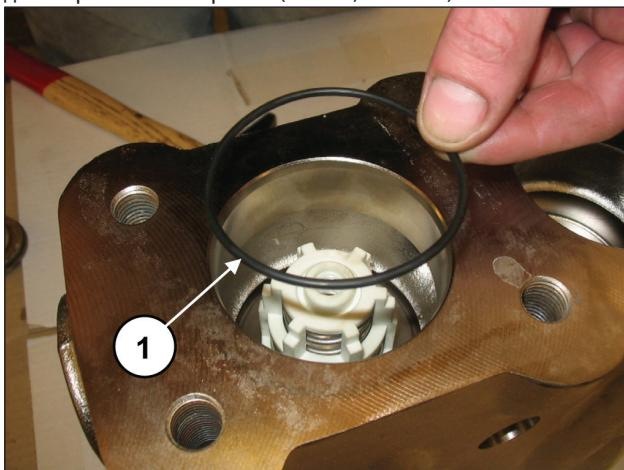

Рис. 110
Вставьте уплотнительное кольцо поз. №17 на деталировочном чертеже (поз. ①, Рис. 110).